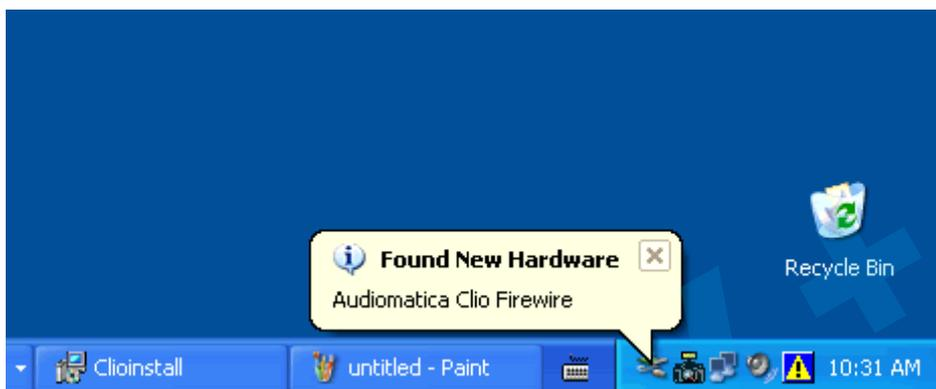

图 3-7
- 8) 当 CLIO FW-01 与电脑连接好后您可以看到电脑的任务栏提示找到 PC 安装向导提示找到 Audiomatica Clío Firewire，如图 3-7，即驱动安装成功。